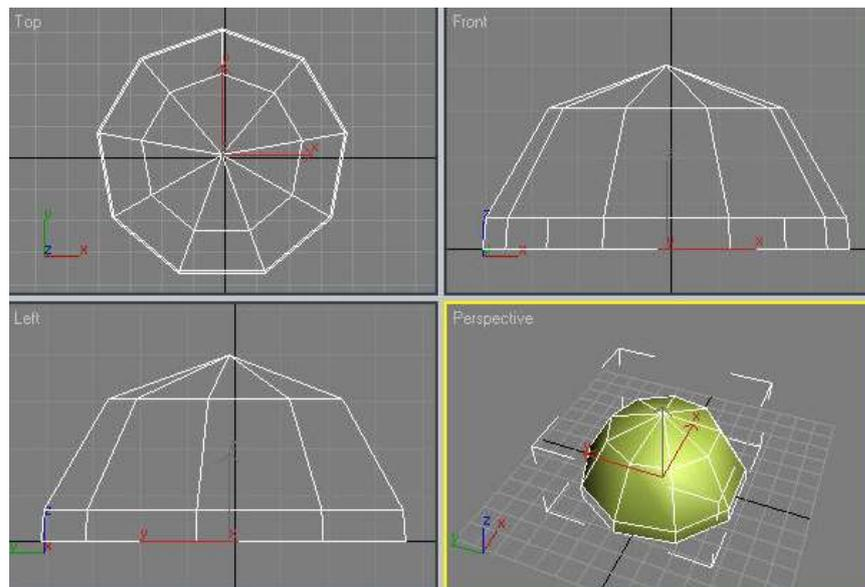

Рис. 7 – Объект после преобразования в полусферу
1. Создайте стандартный примитив **Sphere (Сфера)** в окне проекции, после чего щелкните правой кнопкой мыши на названии окна проекции и в контекстном меню выберите режим отображения объектов **Edged Faces (Контурные грани)**. В этом режиме будет видна сетчатая оболочка объекта, что нам в данном случае необходимо для выполнения дальнейших операций с этим примитивом. Перейдите на вкладку **Modify (Изменение)** командной панели. Установите для объекта следующие параметры: **Radius (Радиус)** – 40, **Segments (Количество сегментов)** – 9, **Hemisphere (Полусфера)** – 0,5. Также установите переключатель в положение **Chop (Поделить пополам)**. Это позволит получить полусферу с количеством сегментов в два раза меньшим, чем на цельном объекте. В результате вы получите объект, показанный на рис. 7. Он будет связующим элементом между тремя лопастями вентилятора.